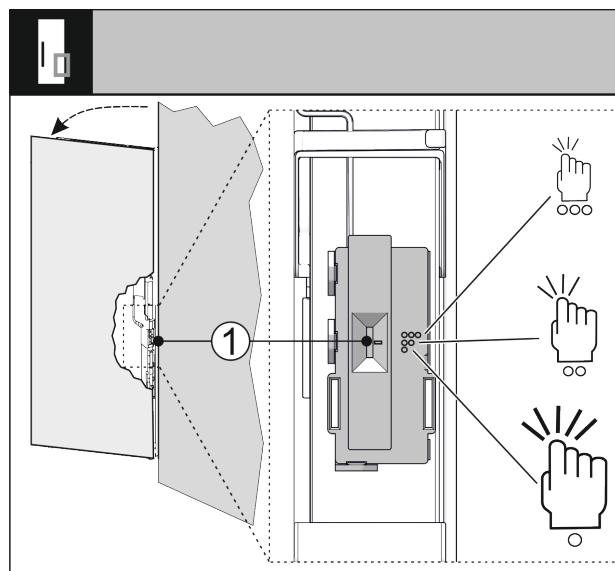

Fig. 72
Vous pouvez régler la sensibilité du capteur de frappe à l'aide d'un interrupteur Fig. 72 (1). L'interrupteur se situe du côté des charnières, dans le tiers inférieur de la porte.
- Pousser l'interrupteur Fig. 72 (1) dans la position souhaitée.